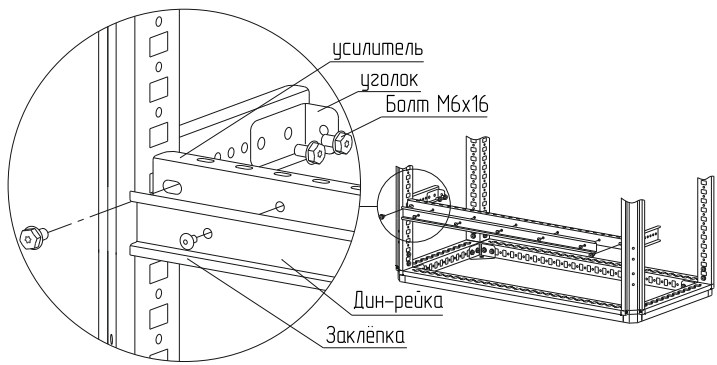

Рисунок 46
4.24.3 Установите на нужную глубину уголки на кронштейны, закрепите болтами М6×16, момент затяжки – 7 Н·м. (рисунок 46). Закрепите усилитель на уголки болтами М6×16, момент затяжки – 7 Н·м. Закрепите дин-рейку на усилителе заклёпками вытяжными 4.8 мм.